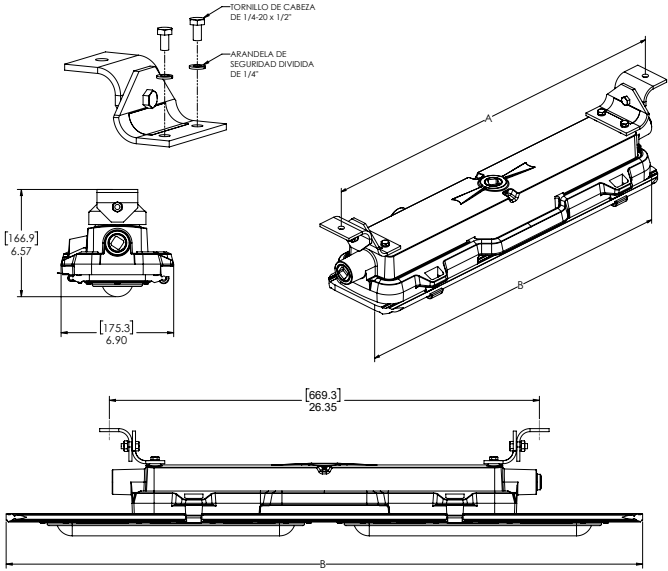

Figura 3. Instalación del montaje giratorio en techo
- 2. Identifique la ubicación de montaje adecuada para instalar la luminaria, marque y perforo los orificios para fijar los soportes giratorios por dimensión de centro a centro "A" en la tabla a continuación (ver Figura 3).
- 3. Monte los conjuntos de soporte giratorio en la carcasa del controlador de la luminaria como se muestra en la Figura 3. Utilice dos (2) de los pernos hexagonales de 1/4" proporcionados y arandelas de seguridad con anillo dividido para cada soporte. Aplique un torque de 64 in-lb (7,2 N-m).
- 4. La luminaria ahora está lista para el montaje. Se recomienda encarecidamente que use a dos (2) personas especializadas calificadas para proceder con el montaje final de la luminaria. Se recomienda esto para evitar cualquier lesión personal o daño a la luminaria.